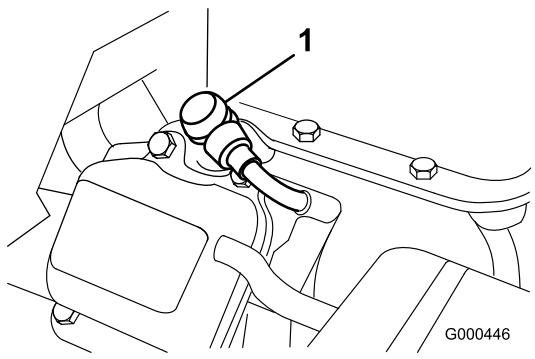

Figura 23
- Retire el cable moldeado de la bujía (Figura 23).